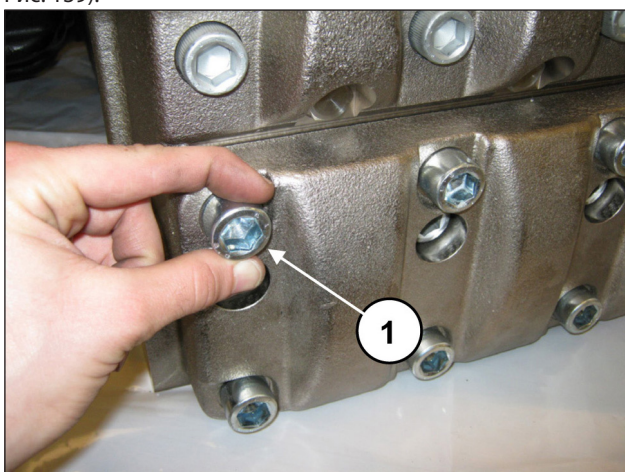
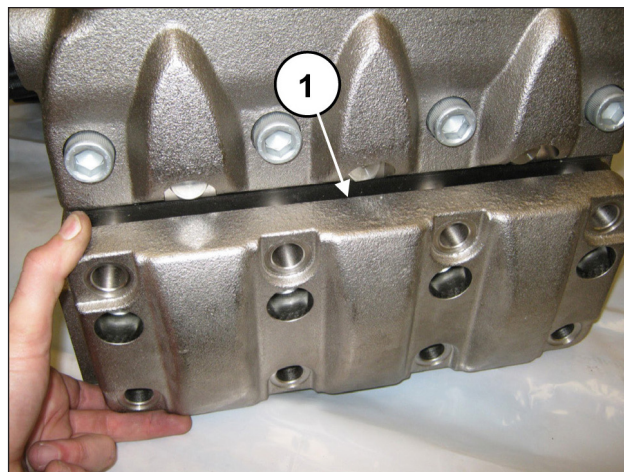

Рис. 138
Рис. 139
Открутите 8 винтов M18x65 на крышке узла всасывающих клапанов (поз. ①, Рис. 138) и снимите крышку (поз. ①, Рис. 139).